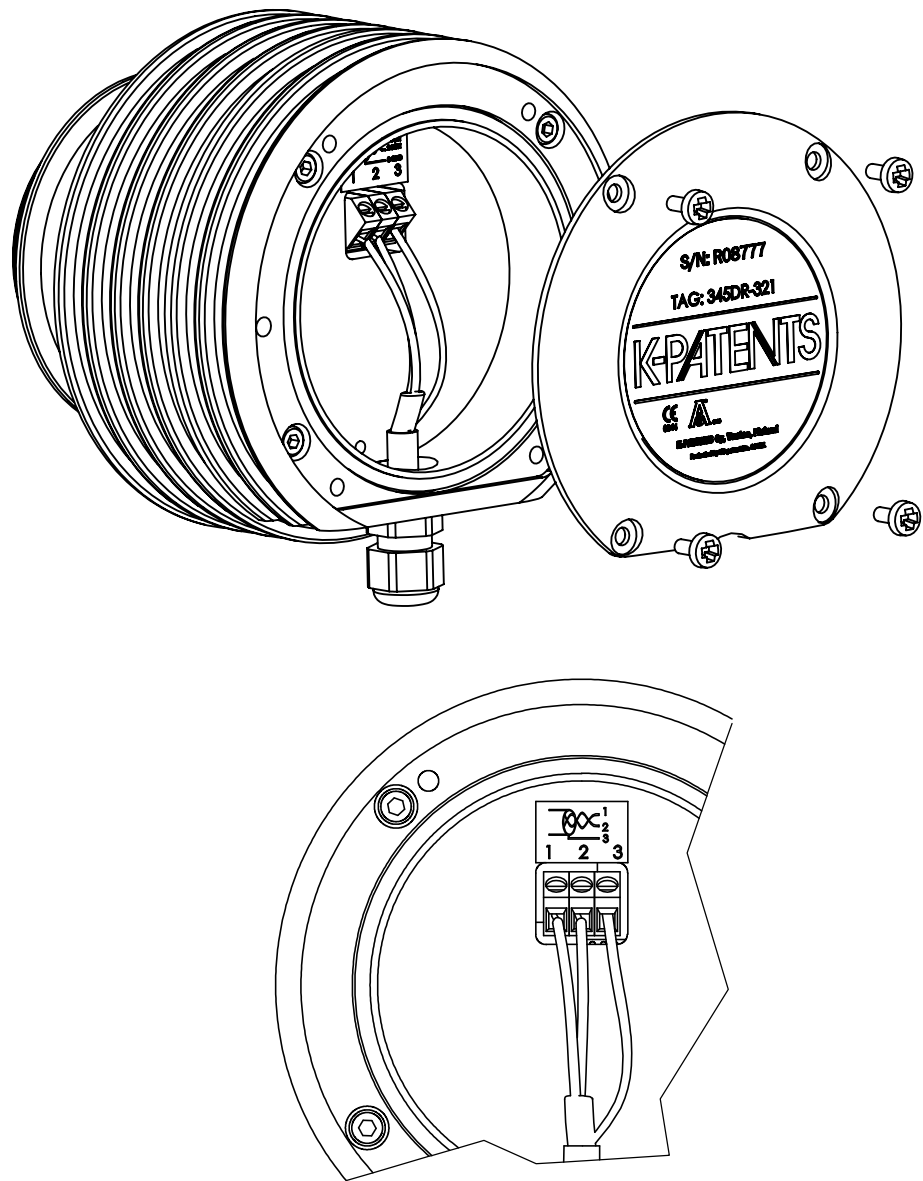

Figura 3.4 Ligação Eléctrica do Sensor
1. Remova os quatro parafusos que seguram a placa identificadora do sensor (Figura 3.4). A barra de terminal está debaixo da placa identificadora.
2. Ligue os fios de sinal aos terminais (1) e (2), e o cabo de proteção ao terminal (3).